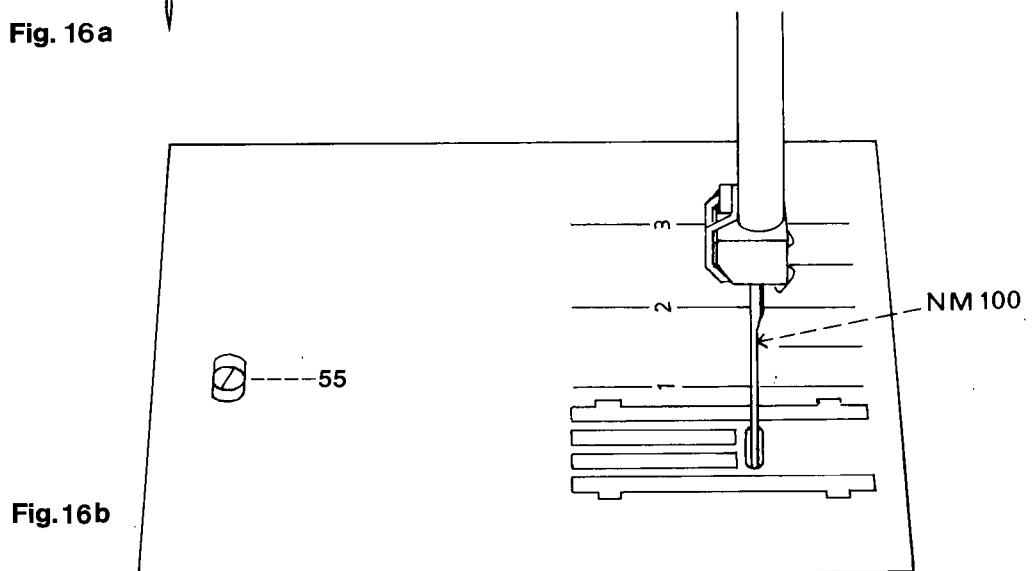

Fig. 16b
- Tourner l'excentrique 55 jusqu'à ce que l'aiguille se trouve à égale distance des bords avant et arrière du trou d'aiguille dans la plaque à aiguille (voir fig. 16b).